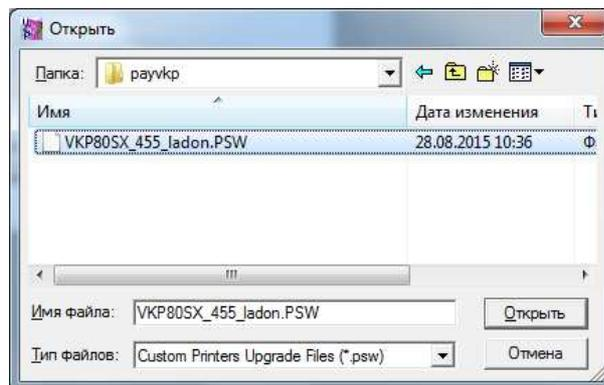

Рисунок 5 – Окно выбора прошивки.
- Откроется окно выбора файла прошивки (см. Рисунок 5)